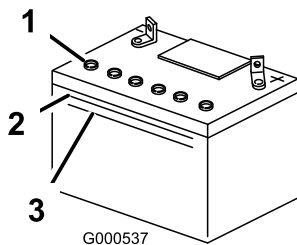

Bild 42
3. Sehen Sie sich die Seite der Batterie an. Der Füllstand muss bis zur **oberen** Linie reichen (Bild 42). Der Säurestand darf nicht unter die untere Linie fallen (Bild 42).
5. Entfernen Sie die Entlüftungsdeckel von der Batterie (Bild 42).
6. Gießen Sie langsam destilliertes Wasser in jede Batteriezelle, bis der Säurestand die obere Linie (Bild 42) am Batteriegehäuse erreicht.
7. Warten Sie nach dem Füllen der Batteriezellen 5 bis 10 Minuten. Gießen Sie bei Bedarf destilliertes Wasser in jede Batteriezelle, bis der Säurestand die obere Linie (Bild 42) am Batteriegehäuse erreicht.